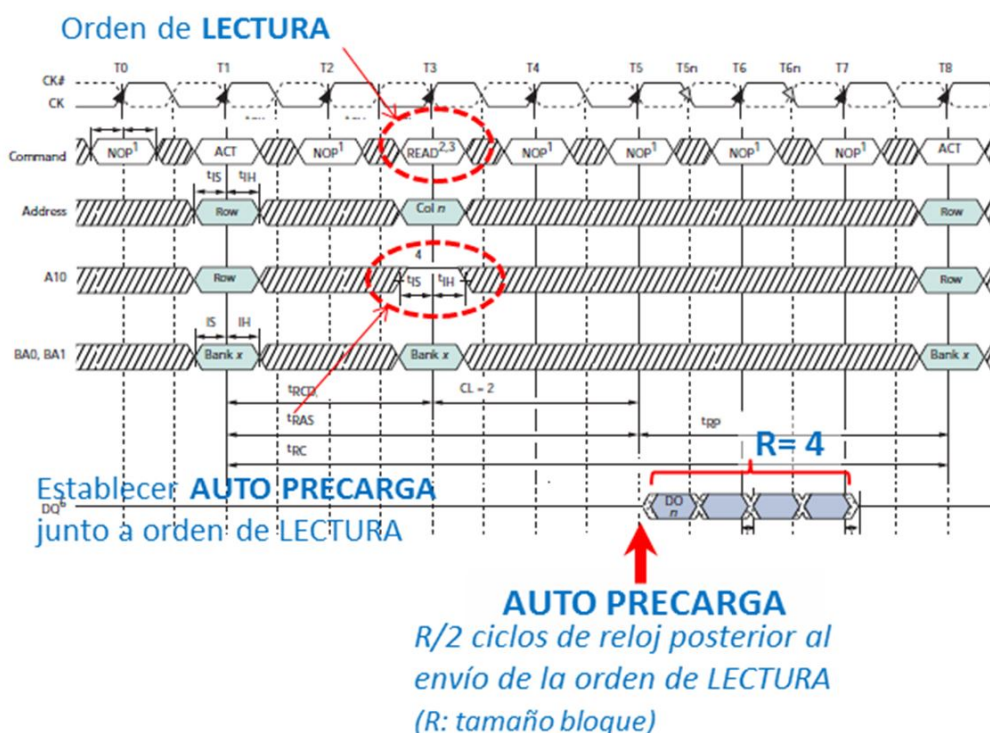

Figura 2. Habilidad de la AUTO-PRECARGA. Memoria DDR
La SDRAM dispone de dos formas de realizar la precarga: (1) de forma explícita, a través de la generación de una orden de PRECARGA, y (2) de forma implícita o automática, a través de la orden de AUTO-PRECARGA. Esta última se ordena junto a la orden de LECTURA a través de una línea de dirección no usada en el direccionamiento de columna (línea A₁₀ en el ejemplo de la Figura 2), con lo que se evita malgastar posteriormente un ciclo de reloj para el envío explícito de la orden de PRECARGA. Sin embargo, tiene el mismo efecto que esta última y está sujeta a las mismas restricciones temporales (T_{RAS} desde el envío de la orden de ACTIVACIÓN), con la ventaja de que la precarga se realiza de forma automática y en el momento óptimo¹.
¹ Dado un bloque de tamaño R palabras, el instante óptimo de la precarga suele acontecer R ciclos de reloj posterior al envío de la orden de LECTURA, caso de memorias SDRAM simples, o $R/2$ ciclos de reloj posterior en el caso de memorias DDR SDRAM, como se aprecia en la Figura 2. En este caso, al tratarse de un bloque de 4 palabras ($R=4$) y ser la SDRAM de tipo DDR, la precarga se hará efectiva 2 ciclos de reloj posterior al envío de la orden de LECTURA, coincidiendo con el volcado de la primera palabra del bloque. Obsérvese que en esta ocasión se respeta el tiempo T_{RAS} , en caso contrario, la precarga no se podría efectuar en el momento óptimo. En cualquiera de los casos, desde que la precarga es efectiva hasta que se puede enviar una nueva orden de ACTIVACIÓN debe transcurrir, al menos, un tiempo T_{RP} .
PARTE II. Cronograma de lectura de 3 bloques de 4 palabras. ► Ayudados por la Figura 2 y por los valores de los parámetros temporales obtenidos en el Ejercicio 1, represéntese sobre el cronograma la temporización del envío de las sucesivas órdenes (*command*), de las correspondientes direcciones de fila o columna y del volcado de los datos correspondientes al acceso a 3 bloques pertenecientes a filas distintas de un mismo banco. Los comandos corresponderán a los de activación (A) y lectura (R). La dirección podrá ser de filas (F_i) o de columnas (C_i), donde el subíndice indica el número de orden del bloque (0 ... 2) al que hacen referencia. Finalmente, los datos se expresarán en la forma D_i , donde el subíndice i hace referencia a la palabra (0 ... 3) dentro de cada uno de los bloques. Asimismo, **deberán marcarse con una (P) sobre la línea de órdenes los ciclos de reloj en los que se realizan las precargas**. Recuérdese que al tratarse de una SDRAM de tipo DDR, en cada ciclo de reloj se transfieren dos palabras. **Nota:** No hace falta representar el envío de los comandos NOP